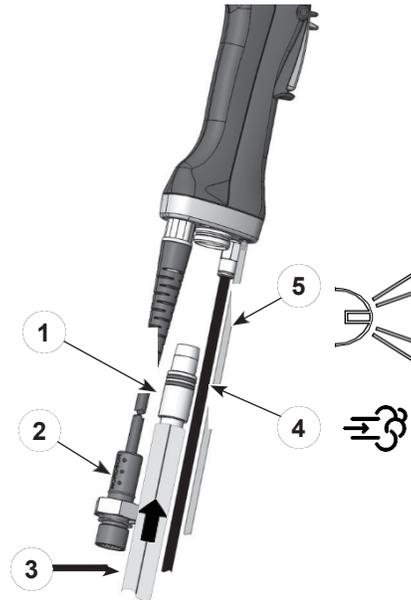

図3 スプレーガンの接続
1. 図3をご参照ください。のクイックディスコネクトフィッティングに 6 mm ブラックエアチューブ (4) を接続します。